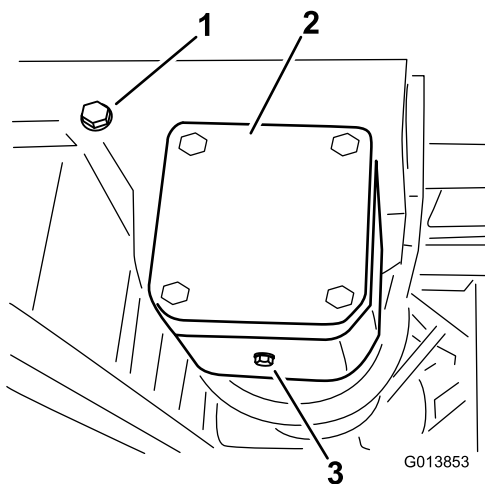

図 68
2. ドレン・プラグの下にオイルを受ける容器をおく (図 68)。
3. 補給ロプラグとドレン・プラグを取り (図 68)、排出されるオイルを容器で回収する。